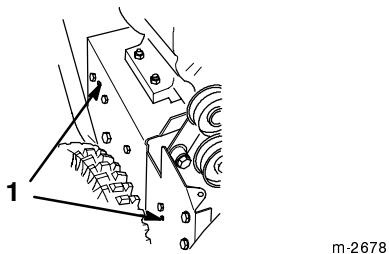

Figure 20
- 16.** Replacez les 2 vis de fixation de l'ensemble bras de frein de tarière. Vérifiez que les ergots sont bien engagés dans les trous du côté gauche de la déneigeuse (Fig. 20).
13. Replacez les 2 vis de fixation de l'ensemble bras de frein de tarière. Vérifiez que les ergots sont bien engagés dans les trous du côté gauche de la déneigeuse (Fig. 20).